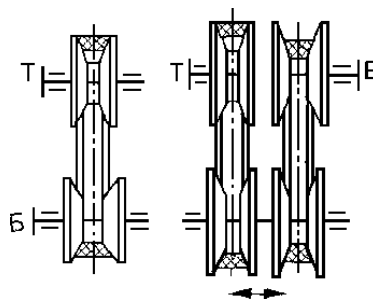

Рисунок 2. Вариаторы с раздвижными конусами
2) Вариаторы с раздвижными конусами (рис.2) применяют в машиностроении. Промежуточным звеном является клиновой ремень или цепь. Плавное изменение скоростей ведомого вала достигается раздвижением или сближением конусных катков. Клиноременные вариаторы просты и надежны. $D = 2 - 3$. Передаваемая мощность 50 кВт.